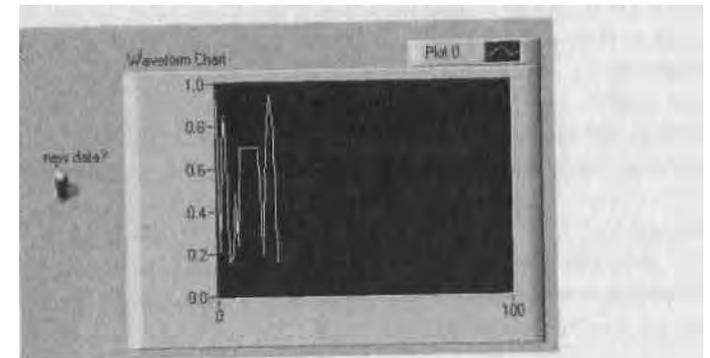

Рис. 13.26
1. Создайте простой ВП Chart.vi, как показано на рис. 13.26.